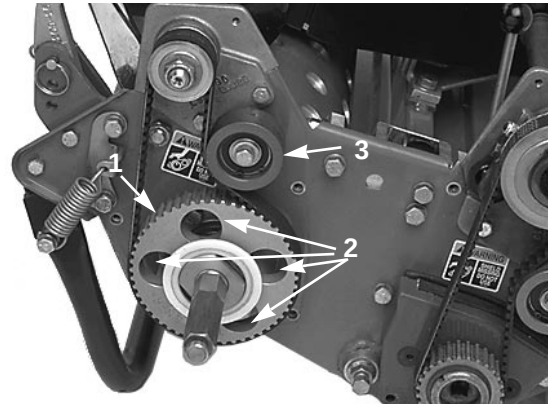

Fig. 3.
6. Drei drivskiven til hullene kommer på linje med (4) rullelagerets flensskruer (fig. 3).